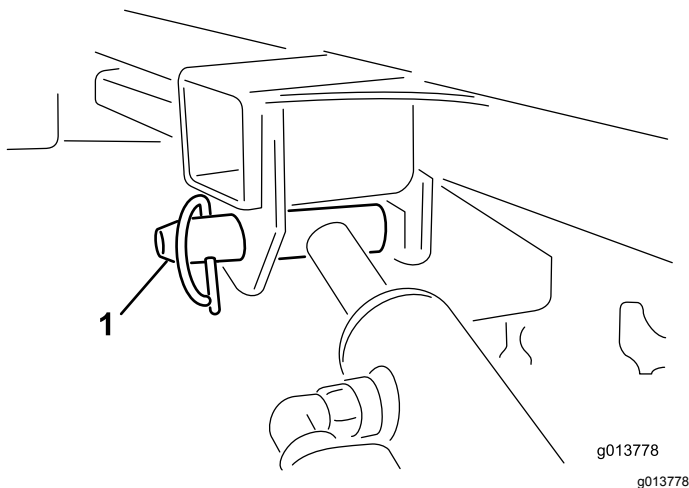

Figura 51
11. Com uma mão, segure o cilindro de elevação. Com a outra, remova o pino de bloqueio do cilindro de elevação (**Figura 51**).